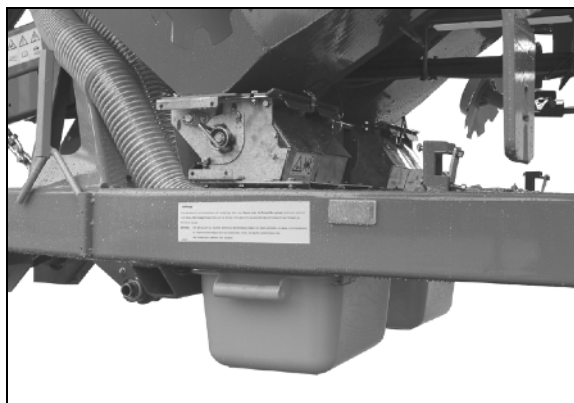

Bild 63
3. Skjut in vridprovstrågen i hållaren (Bild 63) under varje doseringsenhet.